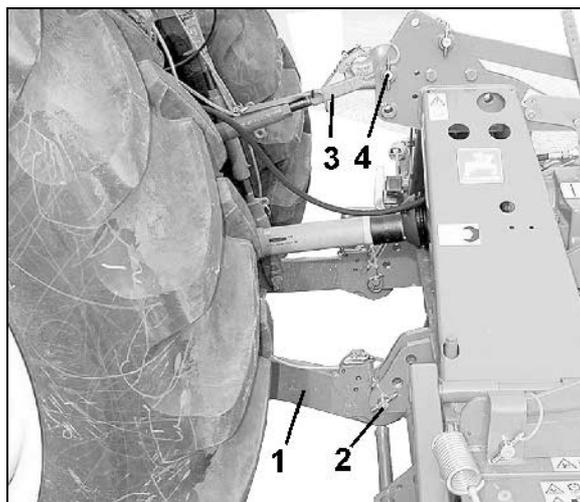

Fig. 36
- Montez les bras inférieurs du tracteur sur les points inférieurs d'attelage de la machine, en utilisant les axes de bras inférieurs (Fig. 36/2) et goupillez en sécurité (Fig. 36/3).
- Attelez le bras supérieur du tracteur sur le point d'attelage supérieur de la machine, en utilisant l'axe du tirant supérieur (Fig. 36/1) et goupillez en sécurité.